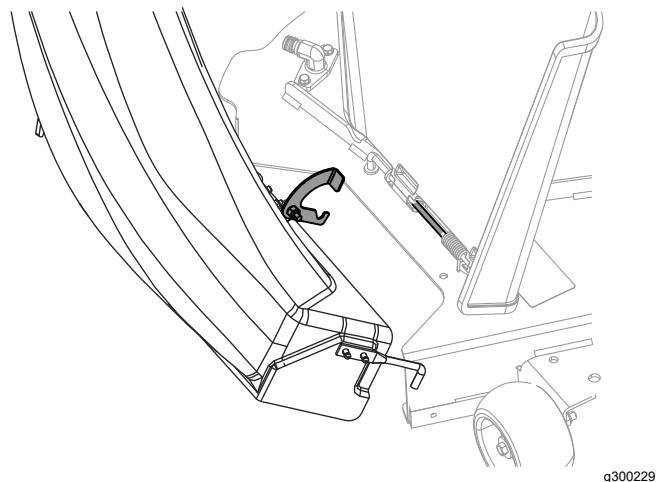

Figura 25
3. Gire el conducto hacia atrás y hacia la carcasa de modo que el conducto quede enrasado con la carcasa de corte (Figura 25).